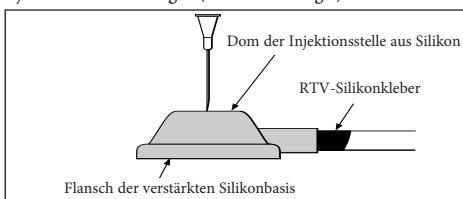

ABBILDUNG 3
- a) Eine frische, sterile hypodermische 21G-Kanüle (oder kleiner) in die Injektionsstelle einführen. Im Idealfall sollte die Kanüle senkrecht zum Dom der Injektionsstelle eindringen (siehe Abbildung 3).